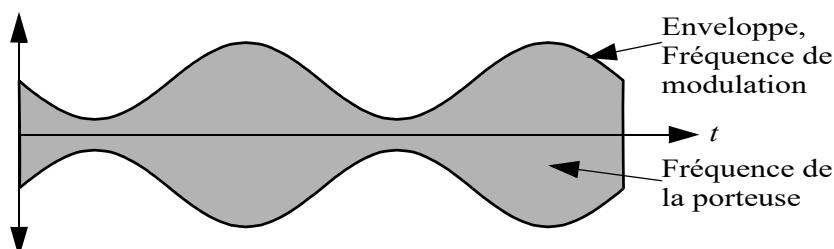

Figure 2.59 Signal modulé en AM à 80% approximativement.
- 2.59 * Dans le cas d'une modulation en AM (Modulation d'Amplitude), l'enveloppe du signal modulé reproduit la fréquence de modulation. Voir la *Figure 2.59* ci-dessous.
La réponse a) est donc correcte. b) CW (A1A) donnerait lieu à un signal tout ou rien ; c) AM (A3E) serait le cas de la *Figure 2.59* ou celle de la question 2.60 du questionnaire de l'OFCOM, et d) FM (F3E) est représenté à la *Figure 9.5* page 116.